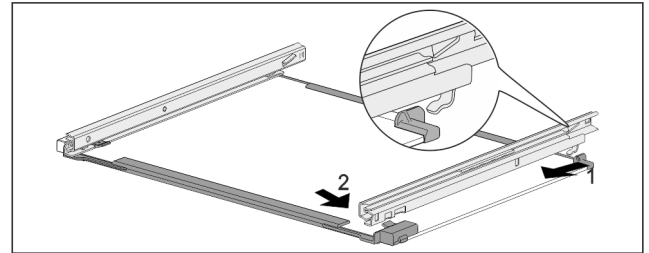

Fig. 106 Glasplatte mit Schienen
- ▶ Schiene hinten einhaken. Fig. 106 (1)
- ▶ Schiene vorne einrasten. Fig. 106 (2)